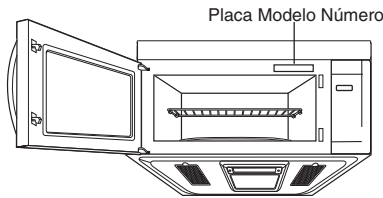
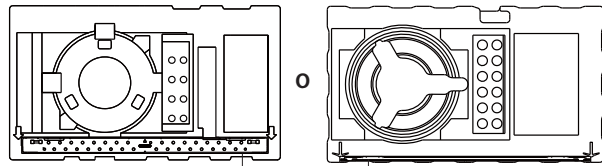

Ilustración 1
Ilustración 2
– Lea el manual completo antes de comenzar. La etiqueta con el número de modelo se encuentra en la parte frontal del horno. Consultar Ilustración 1. La placa de fijación se encuentra en el embalaje superior. Consultar Ilustración 2.